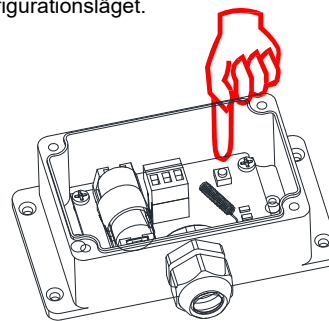

Fig. 4: 220 ansluta enhet till en grupp av varnare
2. För att lägga till en Radiorelä modul 220 till gruppen, tryck och släpp Test / Paus-knappen två gånger inom 2 s (se fig. 4). Den röda lysdioden blinkar två gånger på 1 s.
1. Tryck och håll in Test / Paus-knappen enligt Fig 4.